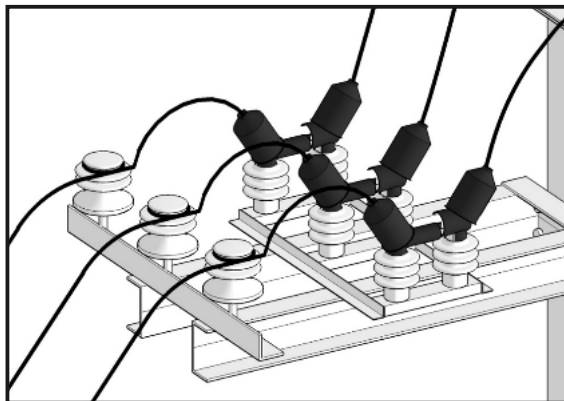

Рис. 54.
11.3.6. Выполнить те же действия для оставшихся двух шлейфов (Рис.54).